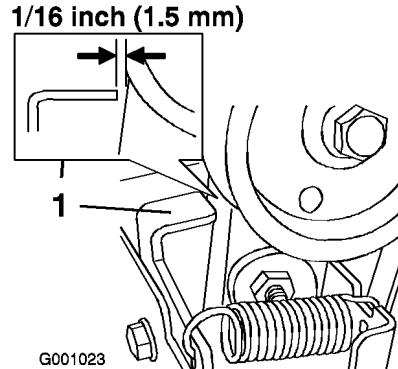

Figure 39
- Lorsque le levier de commande de fraise à neige/turbine est désengagé, vérifiez qu'il existe un écart de 1,5 mm entre l'ensemble embrayage de fraise à neige et la patte (Figure 39).